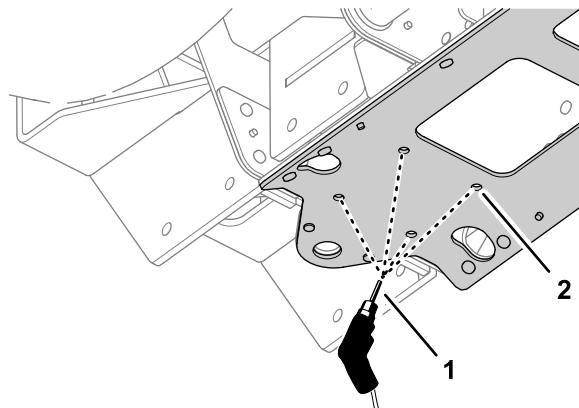

Figura 51
7. Perfore 4 orifícios de 10 mm na placa do canal central nas marcas que fez no passo 6, como se mostra na Figura 51.